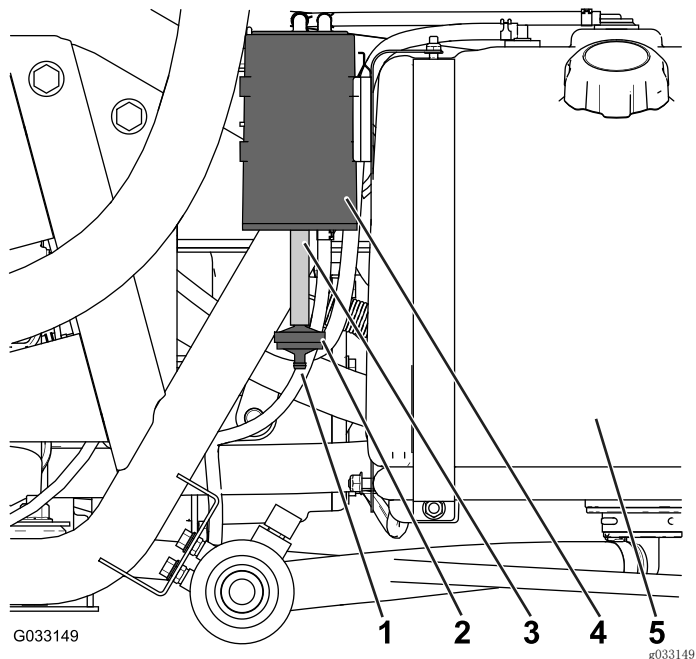

图45
检查碳罐空气过滤器底部的开口，确保开口清洁，且没有任何杂物和障碍（图45）。
1. 从碳罐底部的软管拆下碳罐过滤器的宝塔接头，然后取出过滤器（图45）。